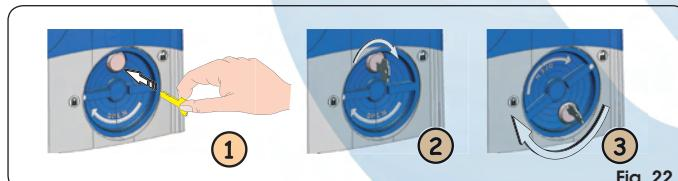

Fig. 22
1. Introduire la clé spéciale fournie dans la serrure, Fig. 22 Réf. ①, et la tourner en sens horaire d'après la Fig. 22 Réf. ②.
2. Tourner le système de déverrouillage en sens horaire d'environ 180°, d'après la Fig. 22 Réf. ③.